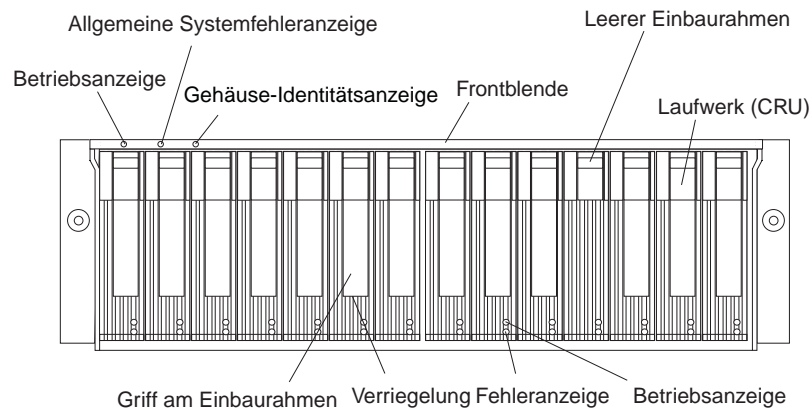

Abbildung 36. LEDs für Hot-Swap-Festplattenlaufwerke
2. Überprüfen Sie die Fehleranzeigen, die in Abb. 36 dargestellt sind. Wenn irgendwelche gelben LEDs leuchten, finden Sie Informationen in Kapitel 4, „Fehlerbehebung“ auf Seite 57.